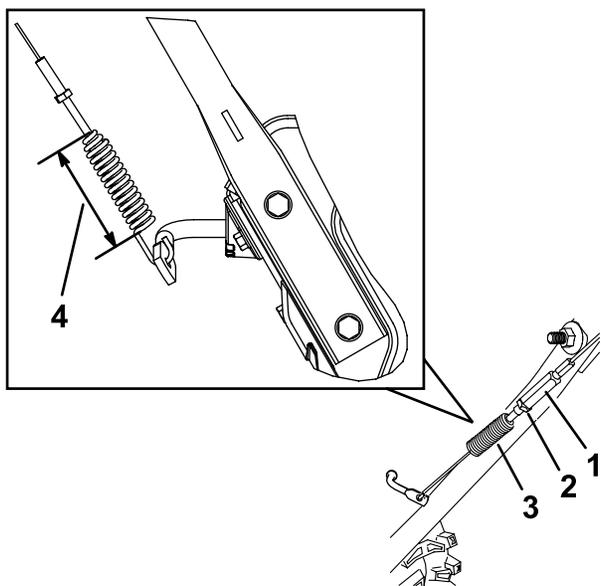

Figura 31
1. Desaperte a porca de bloqueio (Figura 31).
- Desaperte e aperte o tensor para ajustar o comprimento da mola para 6,6 cm como se mostra na Figura 31.
- Aperte a porca de retenção (Figura 31) assegurando que existe uma ligeira tensão no cabo.